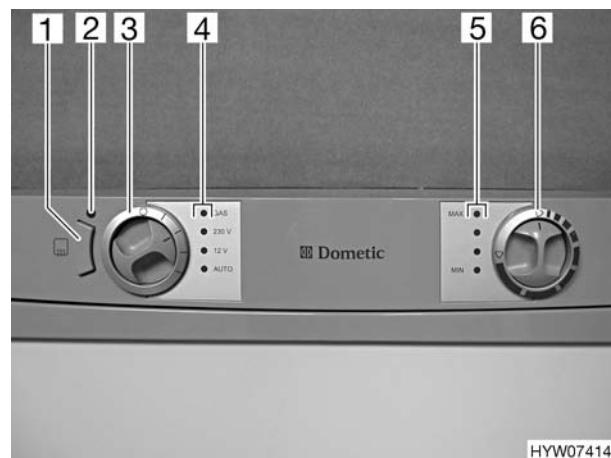

Fig. 166 Elementi di comando del frigorifero
In caso di guasto del funzionamento a gas, la luce spia "GAS" (Fig. 166,2) diventa rossa e lampeggiante.
Nel caso di temperature esterne ed umidità dell'aria elevate è possibile che si formino gocce d'acqua sul telaio in metallo del vano congelatore. Per questo motivo il frigorifero è dotato di un riscaldamento nel telaio per il vano congelatore. Nel caso di temperature e umidità dell'aria elevate, accendere il riscaldamento del telaio con il tasto (Fig. 166,1). È possibile così evitare fenomeni di corrosione. Quando il riscaldamento del telaio è acceso, la luce spia è accesa (Fig. 166,2).
Se l'alimentazione a 230 V non è allacciata e il motore del veicolo è spento, il sistema AES seleziona il rifornimento di gas. Selezionando il funzionamento a gas, il dispositivo di sicurezza si apre automaticamente, così che il gas possa fluire al bruciatore. Contemporaneamente si inserisce l'accenditore elettronico. Se la fiamma del gas si spegne, p. es. a causa di un colpo di vento, l'accenditore viene subito azionato riaccendendo il gas. In caso di guasto del funzionamento a gas, la luce spia "GAS" (Fig. 166,4) diventa rossa e lampeggiante.
- Nelle aree di servizio è vietato l'uso di impianti a fiamma viva. Nel caso in cui la sosta duri più di 15 minuti, il frigorifero deve essere spento tramite il selettore di energia (Fig. 166,3).
Dopo l'accensione il frigorifero seleziona automaticamente la regolazione intermedia del termostato. Questa regolazione può essere modificata manualmente tramite il pomello girevole (Fig. 166,6). Le luci spia (Fig. 166,5) indicano la temperatura selezionata sul termostato. Con il pomello girevole viene regolata la temperatura di refrigerazione per tutti i tre tipi di funzionamento. Ci vogliono alcune ore prima che il frigorifero raggiunga la temperatura normale di esercizio. Cambiando la modalità di funzionamento la regolazione del termostato non viene modificata. La temperatura di raffreddamento è indipendente dal tipo di energia utilizzata.
- Con il selettore di energia (Fig. 166,3) selezionare il tipo di energia utilizzata. La luce spia relativa (Fig. 166,4) diventa verde.
- Regolare la temperatura di refrigerazione con il pomello girevole (Fig. 166,6). Le luci spia (Fig. 166,5) indicano la temperatura selezionata sul termostato.
In caso di guasto del funzionamento a gas, la luce spia "GAS" (Fig. 166,4) diventa rossa e lampeggiante.
- Girare il selettore di energia (Fig. 166,3) su "O". Tutte le luci spia (Fig. 166,4) sono spente.